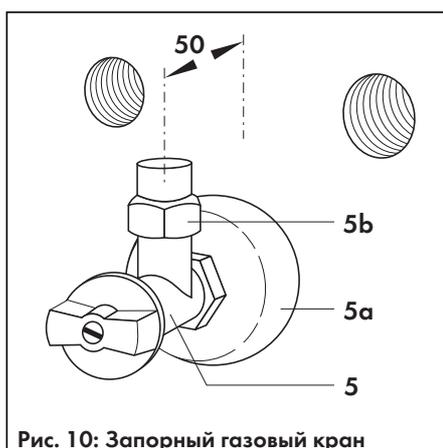

Рис. 10: Запорный газовый кран
- Предварительно навинтите с уплотнением верхнюю часть разъёмного резьбового соединения (5b, рис. 10) на штуцер входного газового патрубка (9, рис. 13) в аппарате. В случае, когда аппарат подсоединяется к газопроводу большого диаметра, соединение с краном большого диаметра выполняется через соответствующий переходник (30), как показано на рис. 13.